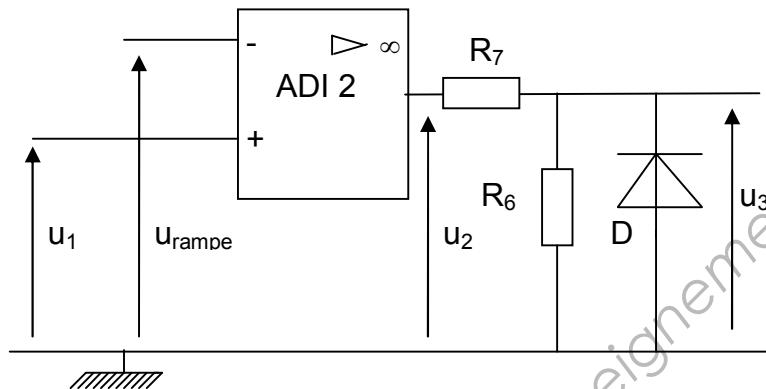

FIGURE 4
A.2.2 Élaboration du rapport cyclique  $\alpha$  (figure 4).